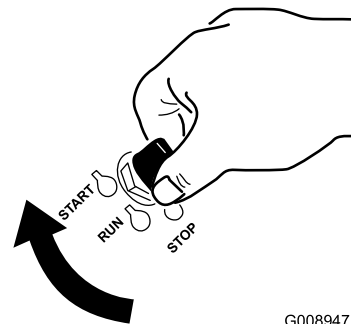

Figura 31
1. Girate la chiave in posizione di AVVIAMENTO (Figura 31).